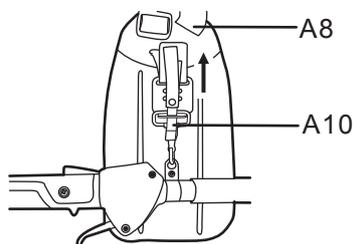

Fig. 3c
- En cas d'urgence, tirer la corde du mécanisme de déblocage rapide. La barre de verrouillage en métal sera automatiquement libérée de la pince de fixation (A10) du fait du poids de la machine et la machine sera libérée. (voir Fig. 3c).